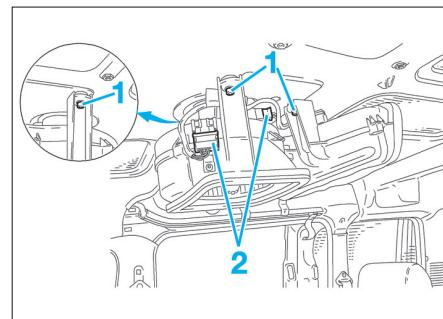

FIG. 17
- Débranche les connecteurs (2) (Fig.17).